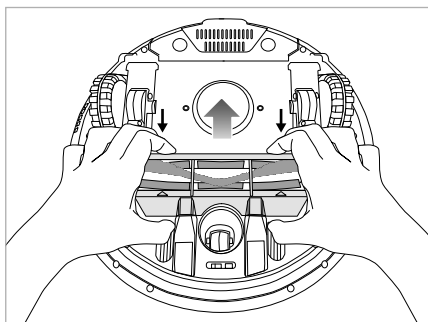

Fig. 15
- 1) Spingere all'indietro il lato superiore della copertura del rullo a spazzola **23** per toglierla dall'apparecchio (vedere fig. 15).